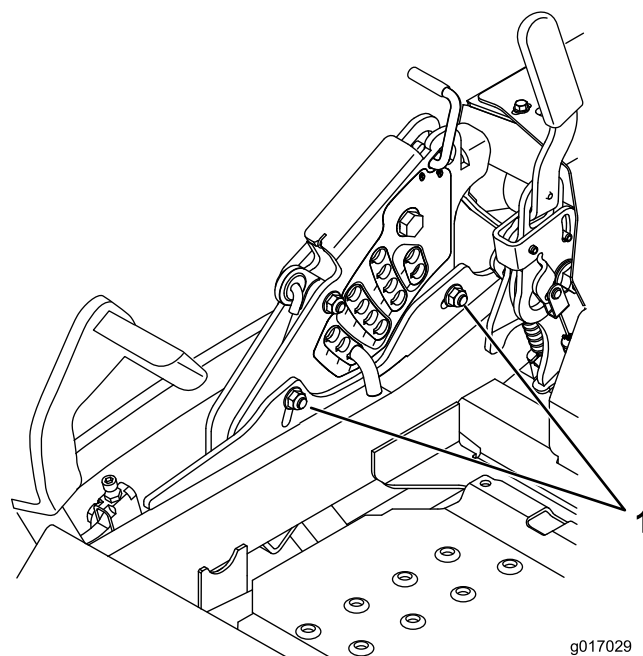

Figure 88
12. Pour régler le système monopoint, desserrez les deux boulons au bas de la plaque de hauteur de coupe. Reportez-vous à Figure 88.
14. Serrez les deux boulons au bas de la plaque de hauteur de coupe (Figure 88). Serrez à un couple de 37 à 45 Nm (27 à 33 pi-lb).